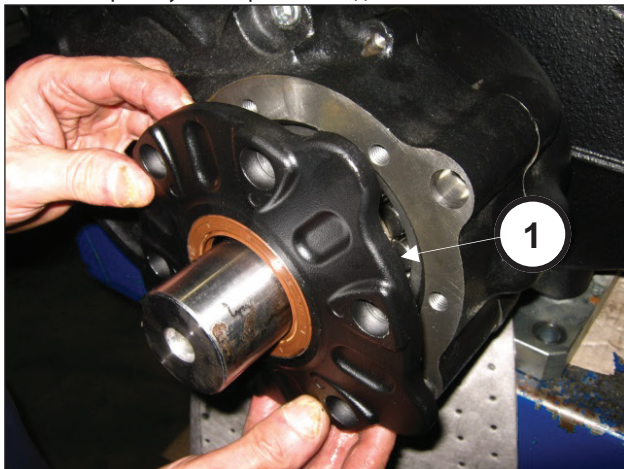

Рис. 86
Вставьте крышку шестерни в гнездо (поз. ①, Рис. 86).